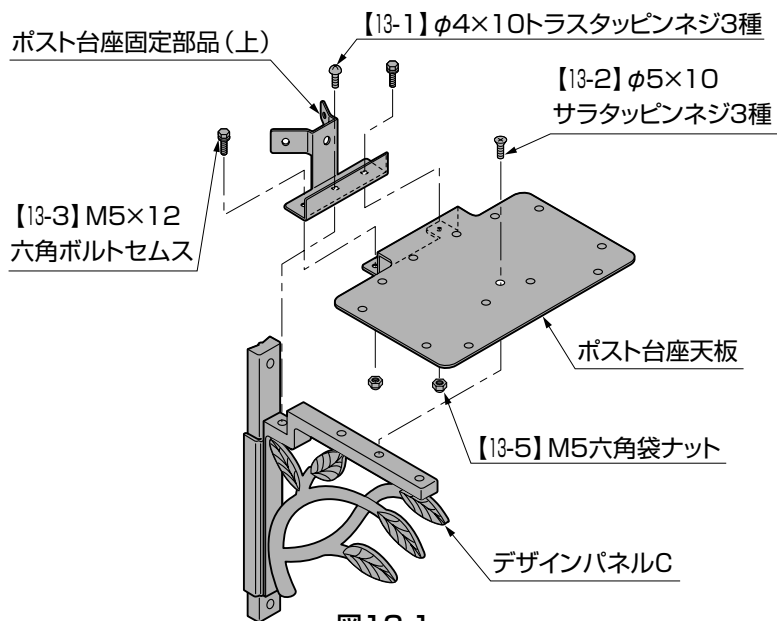

図 13-1
- ①デザインパネルCにポスト台座天板を【13-2】で固定してください。(図13-1参照)
- ②ポスト台座固定部品(上)をデザインパネルCに【13-1】で固定してください。(図13-1参照)
- ③ポスト台座天板とポスト台座固定部品(上)を【13-3】と【13-5】で固定してください。(図13-1参照)